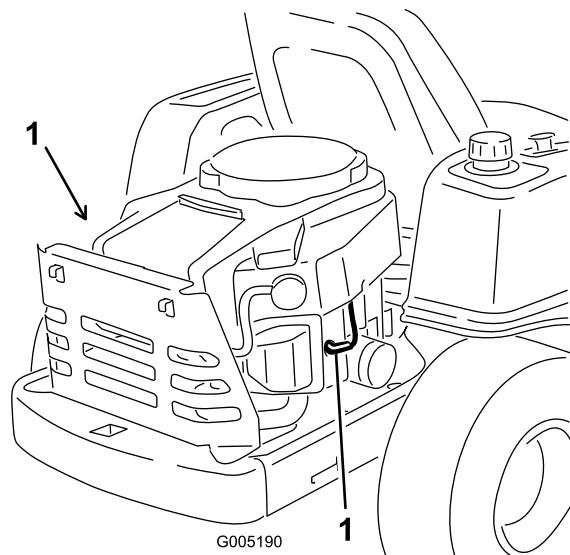

Figure 26
Débranchez les fils de la (des) bougie(s) (Figure 26).
3. Reconnectez le fil à la bougie (Figure 26).